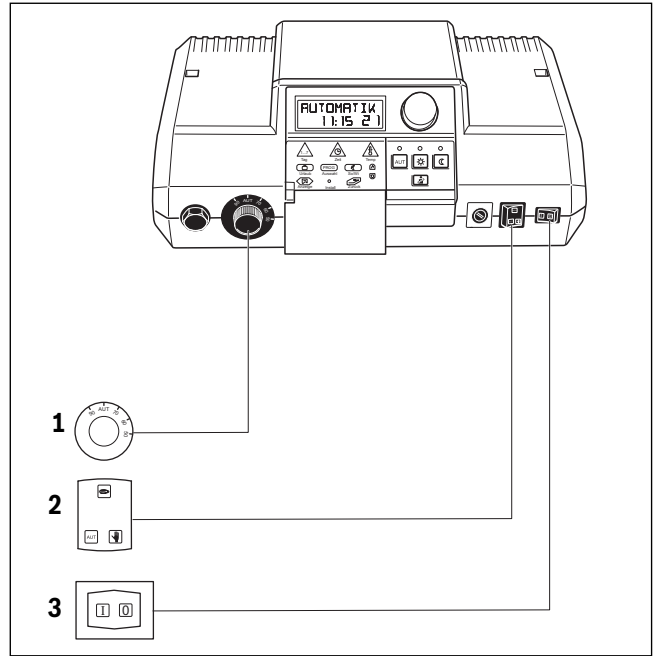

Bild 13 Einstellungen der Bedienelemente prüfen
- Kesselwassertemperaturregler (→ Bild 13, [1])
- Schalter Notbetrieb Heizung und Warmwasser (→ Bild 13, [2]).
- Betriebsschalter in Stellung **I** stellen (→ Bild 13, [3]).